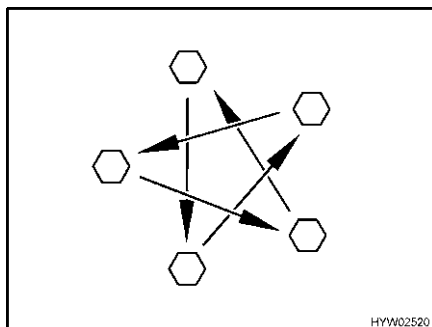

Fig. 223 Serrer en croix les écrous ou les boulons de roue
- Vérifier régulièrement le serrage des écrous ou des boulons de roues. Reserrer alternativement et en croix (Fig. 223) tous les écrous ou les boulons de roue 50 km après le changement d'une roue.
- ▷ Serrer en croix les écrous ou les boulons de roue (Fig. 223).